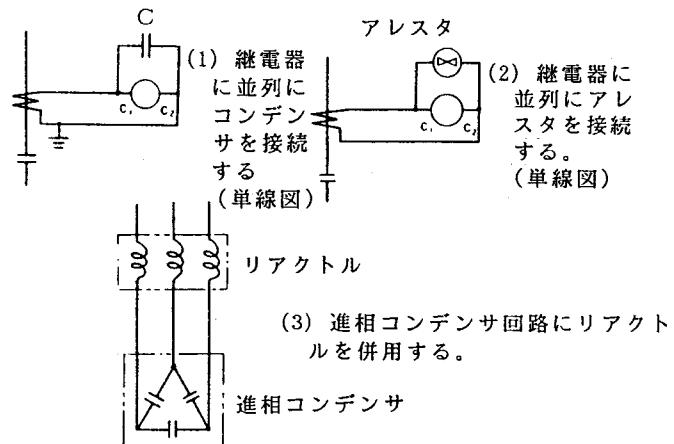

図2 インラッシュ電流の防止策
- (1) コンデンサを図2-(1)図に示すように、継電器端子間に接続する（例えば容量  $2 \mu F$  500V程度、進相コンデンサ容量やCT特性などで異なります）。
- (2) 図2-(2)図に示すように、アレスタを接続する（例えば山光社製電力形1号保安器）。
- (3) 図2-(3)図に示すように、進相コンデンサに直列にリアクトルを併用し、インラッシュ電流の発生を防ぐ。
限時要素に整定電流値以上の電流を流した場合、振動音を発生することがあります。この現象は動作に支障はありませんが、上部軸受の軸支えピン部（図2 δ寸法部）へ当社で用意している酸化防止剤入特殊油を微量付加してください。